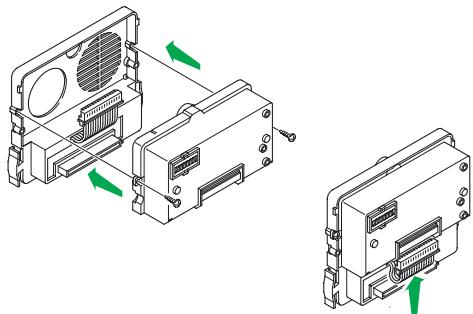
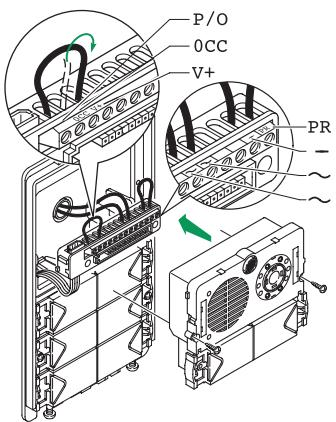
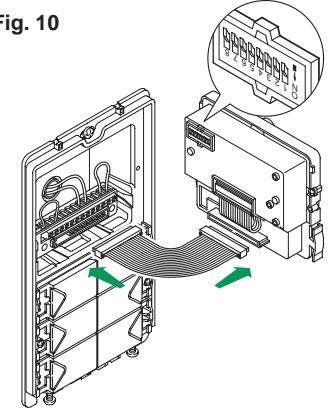

Fig. 7
Fig. 10
Fig. 11
2. Sur le bornier du groupe 4660 ou 1602 connecter l'alimentation sur ~~ PR sur - et déplacer P/O de OCC à V+ (figure 10) en utilisant les petits ponts qui sont sur le bornier même. Connecter le bornier au groupe 4660 ou 1602 assemblé comme illustré précédemment (fig. 7 et 8).
Attention: les modules 3323/4 et 3323/6 à programmer doivent être déjà positionnés (figure 10). NOTE : pour la connexion entre bornier et groupe 4660 ou 1602 en phase de programmation il est possible d'utiliser le petit câble art. 3309, disponible comme accessoire optionnel (fig. 11).